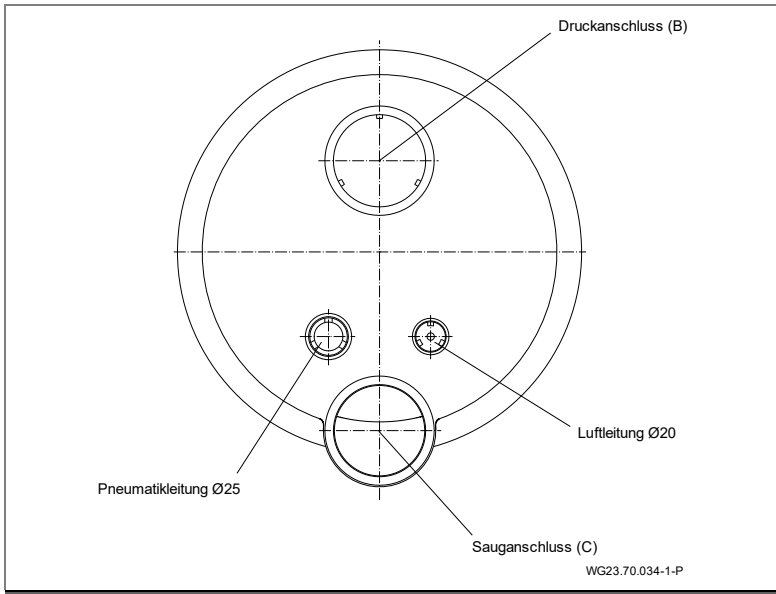
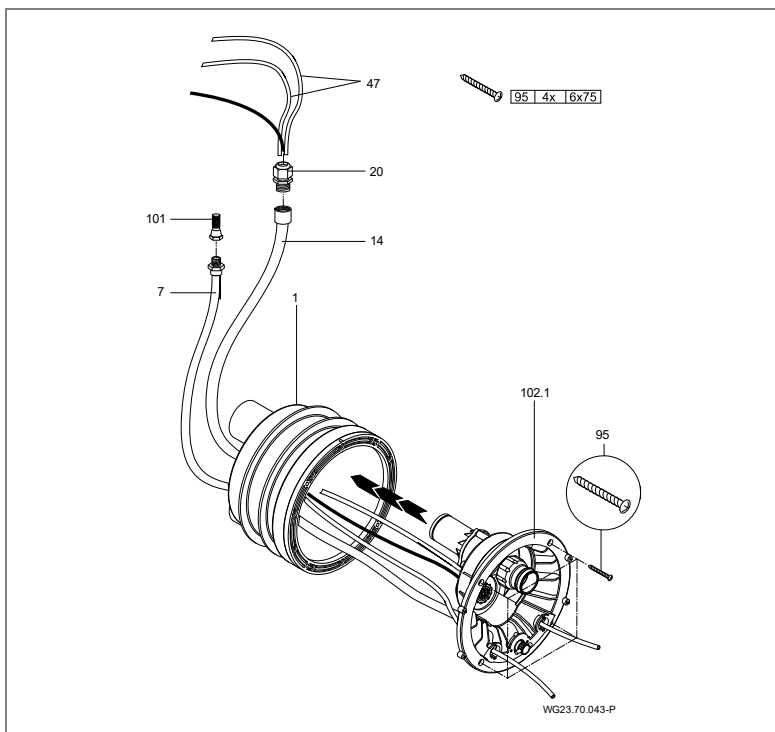

Abb. 16
Abb. 17
1. Einkleben des Kabelschutzschlauches und des Luftleitungsschlauches. (Abb. 16)
2. Düsengehäuse (102.1) am Einbaugehäuse (1) ansetzen.
3. Pneumatikschläuche und Kabel des Scheinwerfers durch den Schutzschlauch (14) führen und mit der Kabelverschraubung (20) abdichten.
4. Luftleitung mit der Klemme (8) am werkseitig montierten Luftregler (21) befestigen.
5. Düsengehäuse (102.1) mit vier Schneidschrauben (95) am Einbaugehäuse (1) befestigen. (Abb. 17)